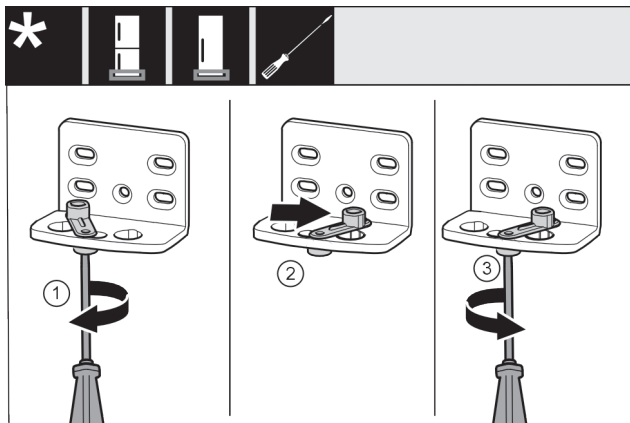

Fig. 46 *
- ▶ 将螺钉 Fig. 46 (1)用螺丝刀拧松。*
- ▶ 将关门辅助装置 Fig. 46 (2)提起并向右 90° 转入钻孔。*
- ▶ 将螺钉 Fig. 46 (3)用螺丝刀拧紧。*